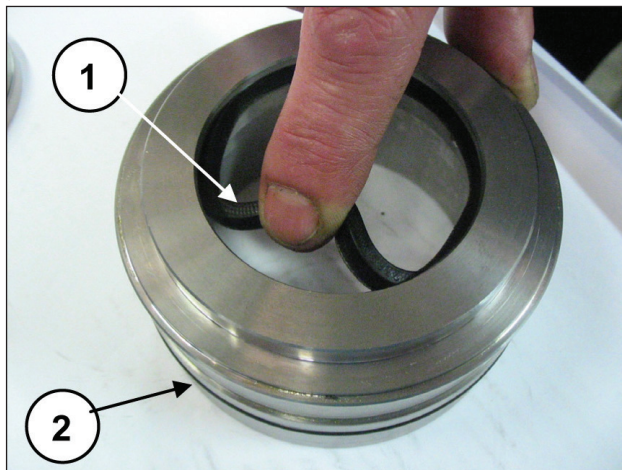

图169
将低压密封圈插入护垫支撑（部件号①，图169），注意组装方向，密封唇应在前面（朝向泵头）和O形圈（部件号②，图169）。